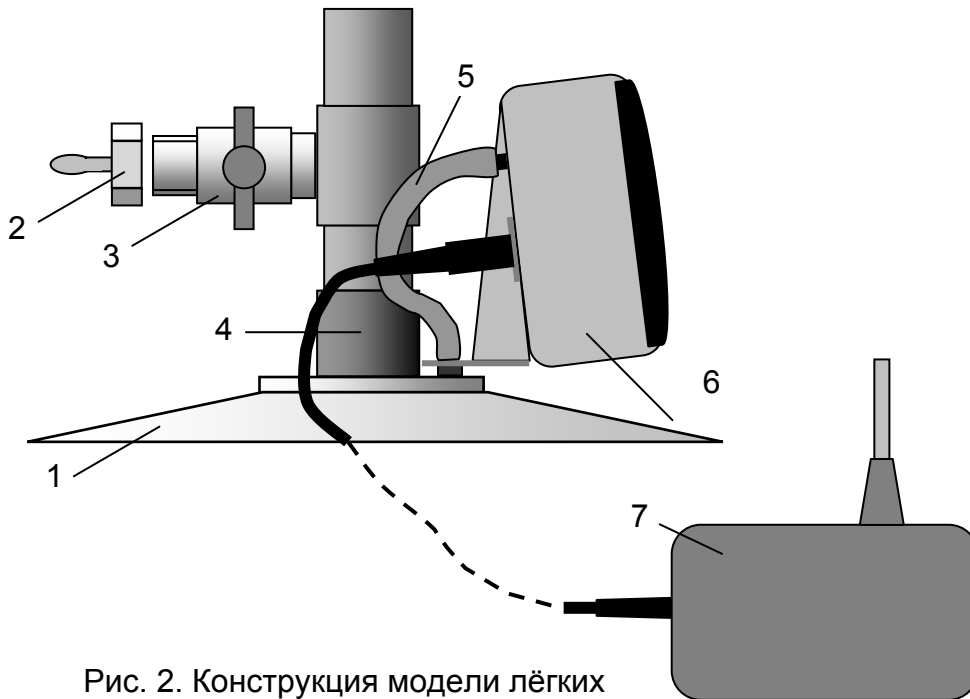
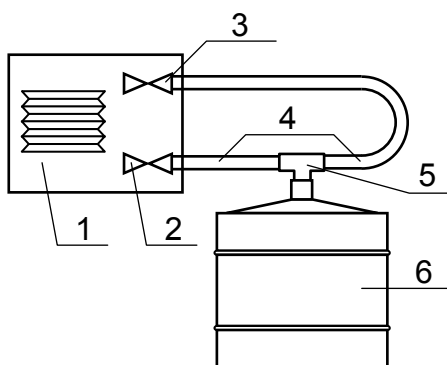
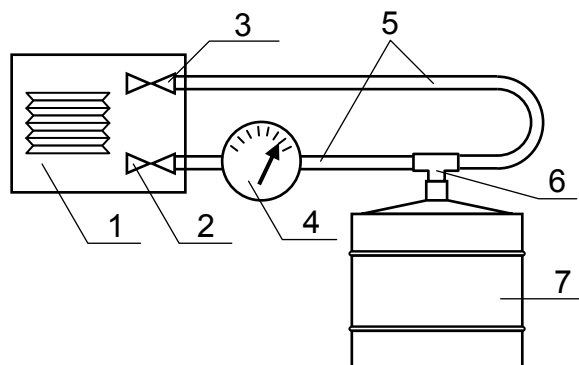
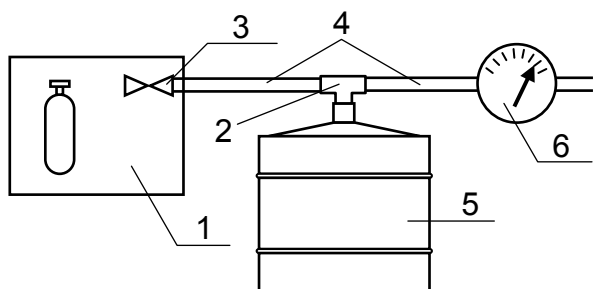

Рис. 2. Конструкция модели лёгких МЛП-1Э.
Рис. 4 – Схема включения модели лёгких при испытаниях аппарата ИВЛ
Рис. 5 – Схема включения модели лёгких при испытаниях волюметра
Рис. 6 – Подключение МЛП к аппаратам, не имеющим клапана выдоха.
На рис. 2 представлена конструкция модели лёгких.
5.4 Убедитесь, что штуцер измерителя объёма, расположенный с его задней стороны, соединен резиновой трубкой 5 с ёмкостью модели лёгких (см. *рис. 2*).
На *рис. 4 - 6* приведены типовые схемы включения модели лёгких при испытаниях аппаратов ИВЛ и волюметров соответственно. Следует иметь в виду, что для различных аппаратов ИВЛ оптимальные схемы включения модели лёгких могут отличаться от приведённой в данном руководстве и должны выбираться обслуживающим персоналом, исходя из особенностей конструкции испытуемого аппарата и с учётом принципа действия модели лёгких.
6.2.3 Присоедините к втулке 4 (см. рис. 2), установленной на ёмкости, испытуемый волюметр, имитатор ИВЛ или аппарат ИВЛ (рис.4,рис.5). При испытаниях аппаратов ИВЛ, не имеющих клапана выдоха к модели лёгких следует подключить нереверсивный клапан (см. рис.6).